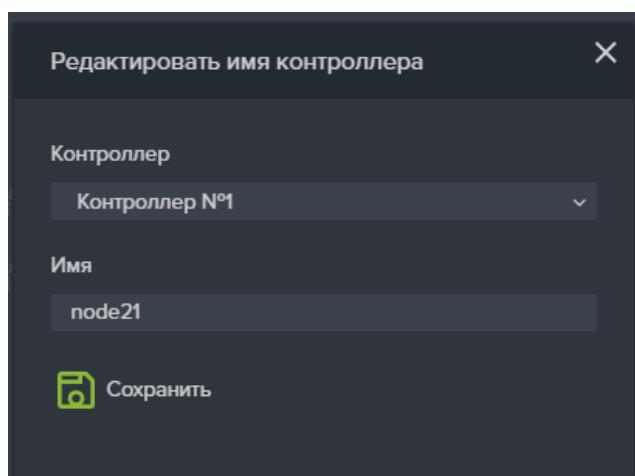

Рисунок 61 – Окно редактирования имён контроллеров
4. Нажмите на кнопку «Редактировать имя контроллера», откроется одноименное окно (см. Рисунок 61).